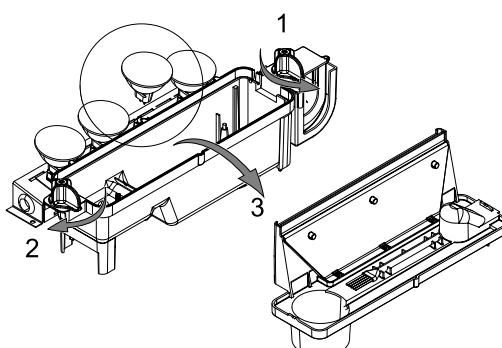

Fig.4
6. Rimuovere la lampadina guasta sollevandola delicatamente verso l'alto sganciando i perni dal portalampada (vedere Fig. 4 e 4a). Sostituire con una lampadina colorata OPTIMYST, 12 V, 50 W, base Gu 5,3, angolo del raggio 8°. (acquistare le lampadine sostitutive su [www.dimplex.co.uk](http://www.dimplex.co.uk) alla sezione "After Sales Service" dove sono contenuti i dettagli sull'acquisto delle lampadine).
7. Inserire delicatamente i due perni della nuova lampadina nei due fori del portalampada. Spingere saldamente in posizione (vedere Fig. 4 e 4a).
7. Sbloccare le alette di bloccaggio della vasca di raccolta sulla sinistra eseguendo una rotazione a 90°, quindi aprire l'ugello sollevandolo (vedere Fig. 4).